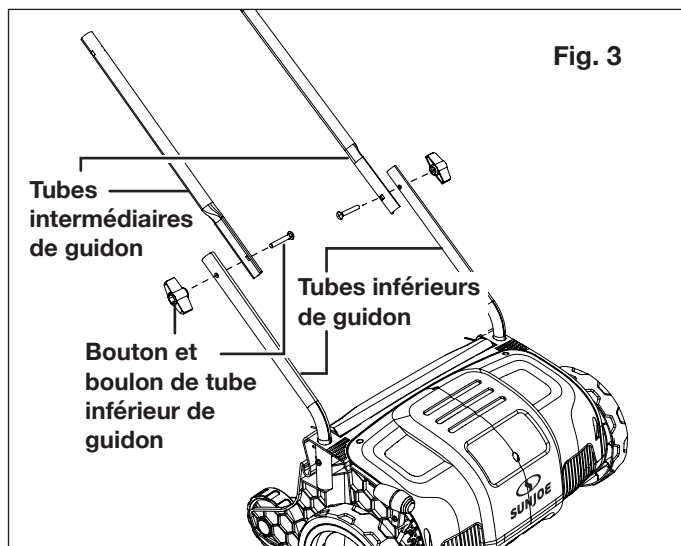

Fig. 3
2. Attachez les deux tubes intermédiaires de guidon aux tubes inférieurs de guidon à l'aide du premier jeu de boutons et de boulons. Serrez les boutons de chaque côté pour bien attacher les tubes inférieurs et intermédiaires de guidon (Fig. 3).